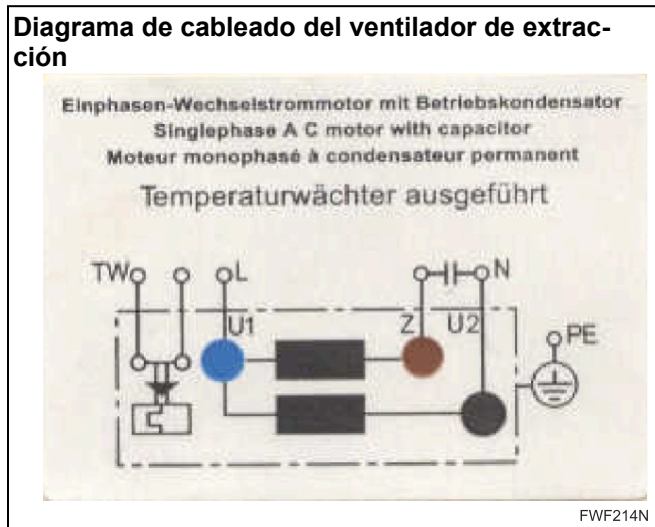

Figura 54
- El ventilador de extracción principal es radial con los álabes doblados hacia atrás y con un motor de inducción integrado. La protección de temperatura está integrada a los devanados del motor (consulte la *Figura 54*).